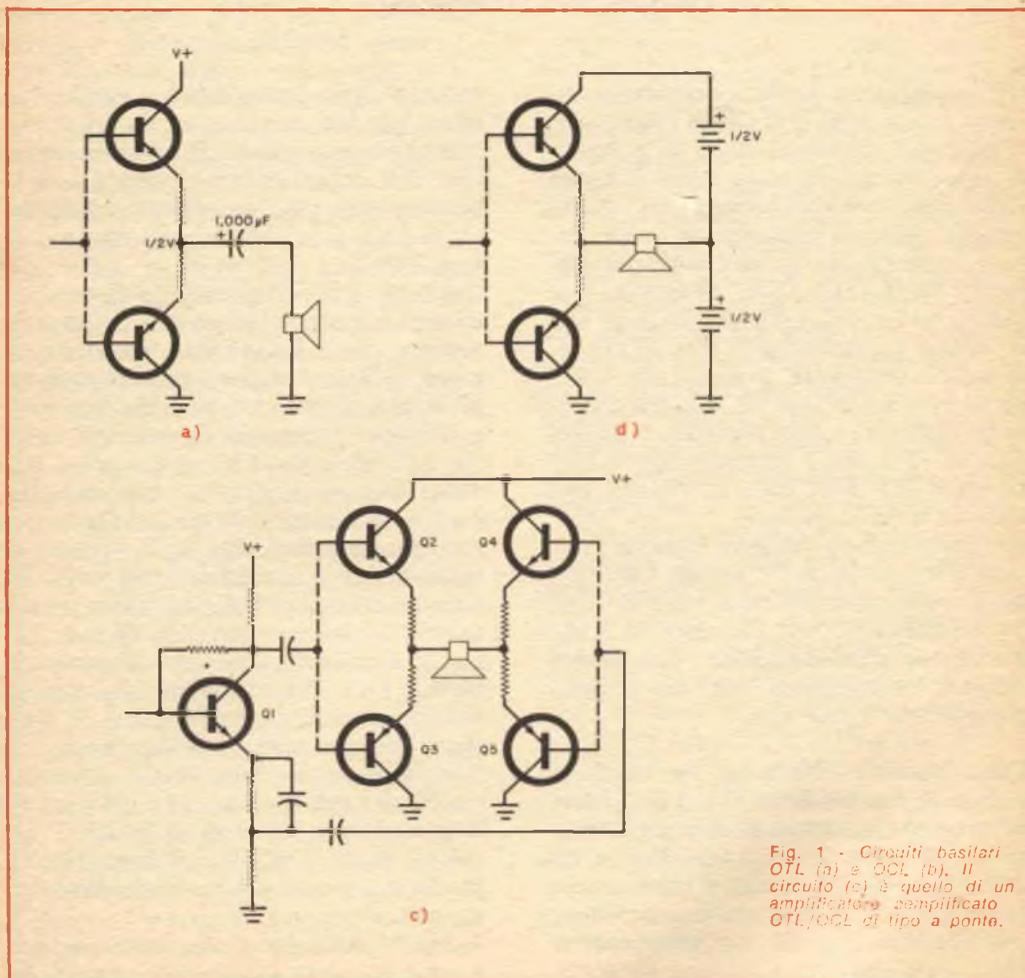

Fig. 1 - Circuiti basilari OTL (a) e OCL (b). Il circuito (c) è quello di un amplificatore semplificato OTL/OCL di tipo a ponte.
**Come funziona** - Nella *fig. 1-a* è rappresentato un tipico stadio OTL. I transistori ed i resistori limitatori di corrente formano un partitore di tensione collegato all'alimentatore. Tra l'uscita e massa appare quindi una tensione continua di valore pari alla metà di quella dell'alimentatore. Per evitare che questa tensione sia appli-
Nella *fig. 1-b* è suggerito un mezzo per eliminare il condensatore d'uscita. Questo sistema viene denominato "ad alimentazione suddivisa" e viene spesso usato negli amplificatori di alta potenza. Un grave svantaggio presentato dai circuiti della *fig. 1-a* e della *fig. 1-b* è che il potenziale audio d'uscita di picco ai capi dell'altoparlante è limitato alla metà della tensione d'alimentazione. Perciò, la potenza di uscita di questi circuiti non può essere superiore ad un quarto della potenza d'uscita del circuito riportato nella *fig. 1-c*.
La *fig. 1-c* illustra il circuito di un amplificatore OCL di tipo a ponte semplificato. Il transistoro Q1 è un divisore di fase, impiegato per pilotare le due metà dell'amplificatore a ponte. Poiché Q2 e Q5 conducono solo quando Q3 e Q4 sono all'interdizione e viceversa, la massima tensione d'uscita applicata all'altoparlante è praticamente pari alla tensione d'alimentazione.
I circuiti della *fig. 1* sono stati riportati a semplice scopo esplicativo e non si de-